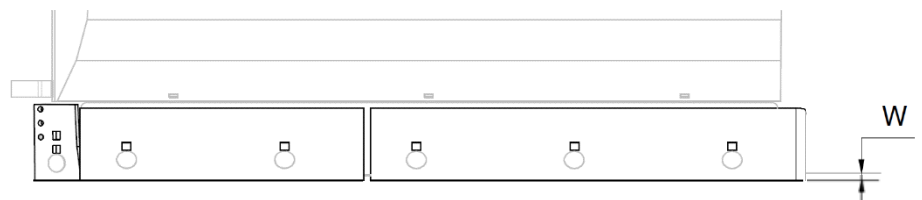
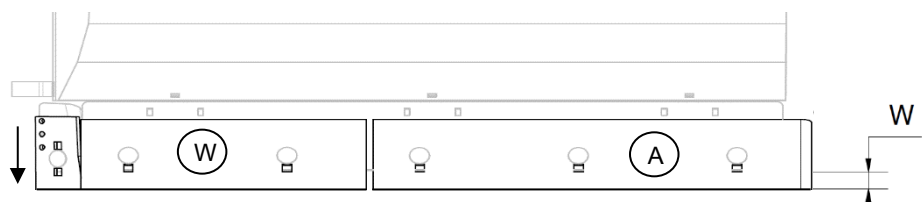

Abb. 15
Abb. 16
Wenn der Verschleiß erheblich ist und der Abstand  $W \leq 10 \text{ mm}$  beträgt (siehe Abb. 15), müssen alle Schürfleisten nach unten versetzt werden (siehe Abb. 16). Wenn auch diese Position verschlissen ist, werden die Schürfleisten (B) gewendet bzw. die Schürfleisten mit umgebogener Kante (A) von links auf rechts getauscht.